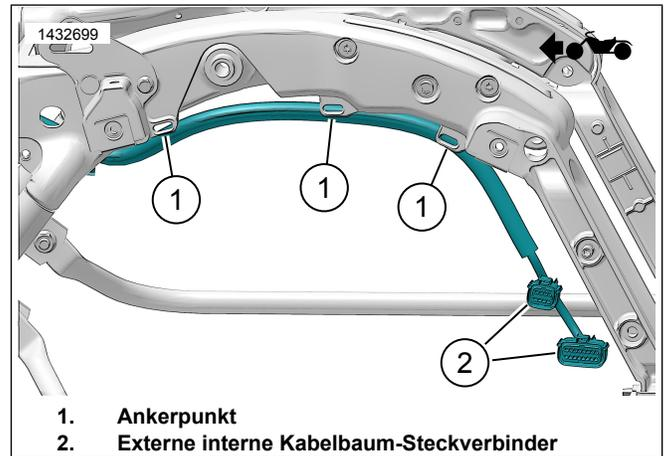

Abbildung 10. Verlegung externer Kabelbäume (typisch)
1. Siehe Abbildung 10. Den externen Satteltaschenkabelbaum am Rahmen entlang verlegen. Den Kabelbaum mit Kabelbindern lose an Ankerpunkten (1) befestigen. Die Kabelbinder nicht fest anziehen.
Siehe Abbildung 10. Den externen Satteltaschenkabelbaum über internen Satteltaschenkabelbaum (2) an Satteltasche anschließen.